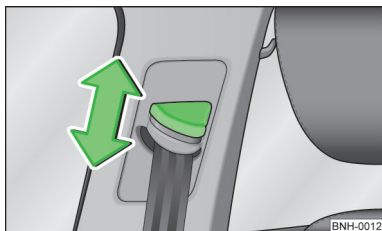

Fig. 130
- Apăsați armătura de ghidare și împingeți în direcția dorită, înspre în sus, sau înspre în jos » fig. 130.